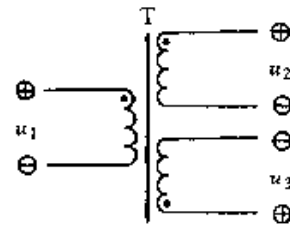

图 2-88
④ 变压器还具有相位变换的作用。图 2-88 所示变压器电路图, 标出了各绕组线圈的瞬时电压极性。可见, 通过改变变压器线圈的接法, 可以很方便地将信号电压倒相。